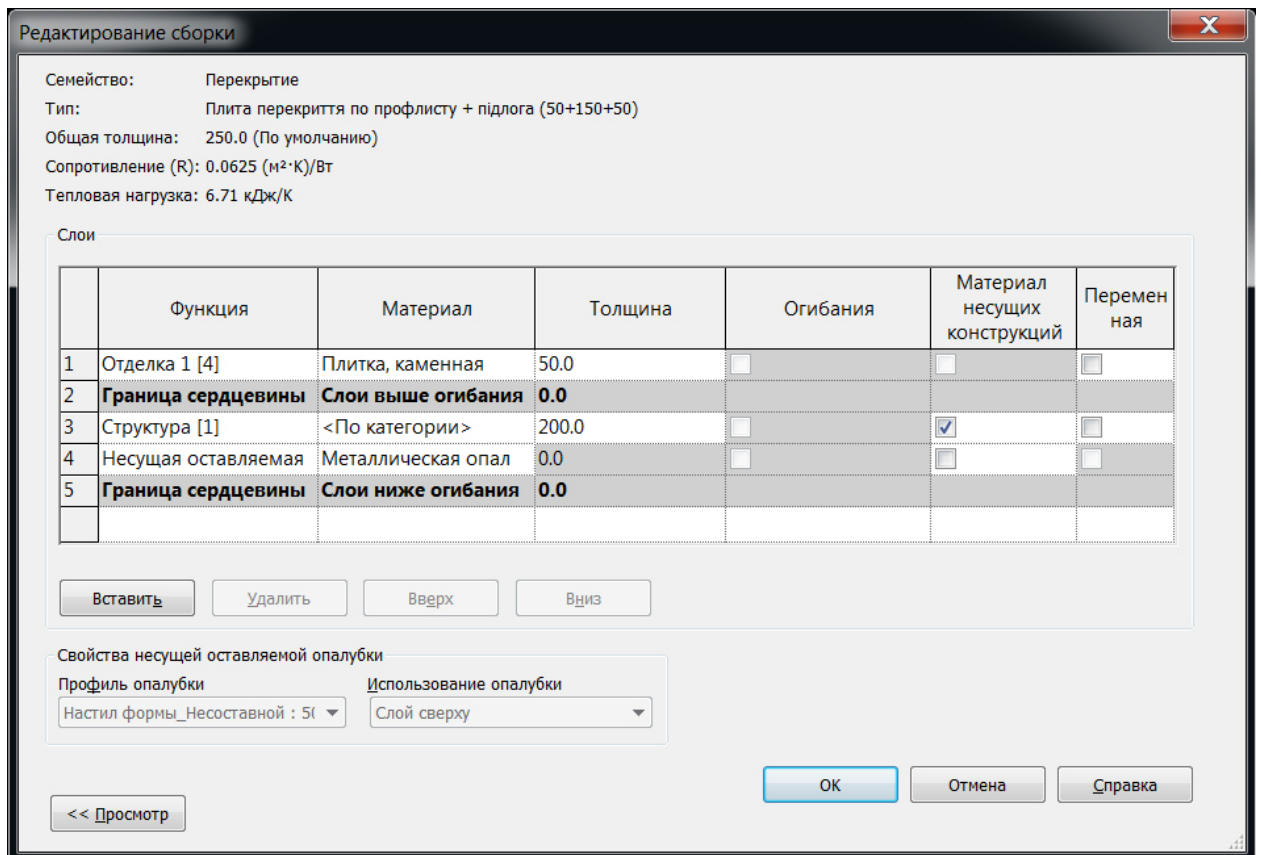

Рис. 9.8
7. В параметрах типу для параметру «Структура слоев» натискаємо кнопку «Изменить...», а далі, у вікні «Редактирование сборки» (рис. 9.8) додаємо новий шар товщиною 50 мм, вище шару серцевини плити, з назвою функції «Отделка 1 [4]», обравши матеріал облицювання поверхні, наприклад «Плитка, каменная». Натисканням кнопки ОК підтверджуємо зміни і закриваємо вікно.